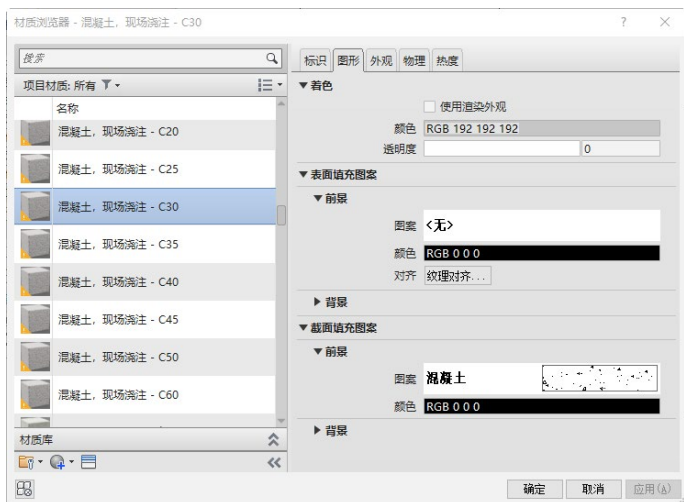

图 15-35 “材质浏览器”对话框
- (1) 单击“结构”选项卡“结构”面板“梁”按钮, 打开“修改|放置 梁”选项卡和选项栏。
- (2) 在“属性”选项板中选择“混凝土-矩形梁 300×600mm”类型, 单击“结构材质”栏中的按钮, 打开“材质浏览器”对话框, 选择“混凝土, 现场浇注 -C30”材质, 如图 15-35 所示, 单击“确定”按钮。